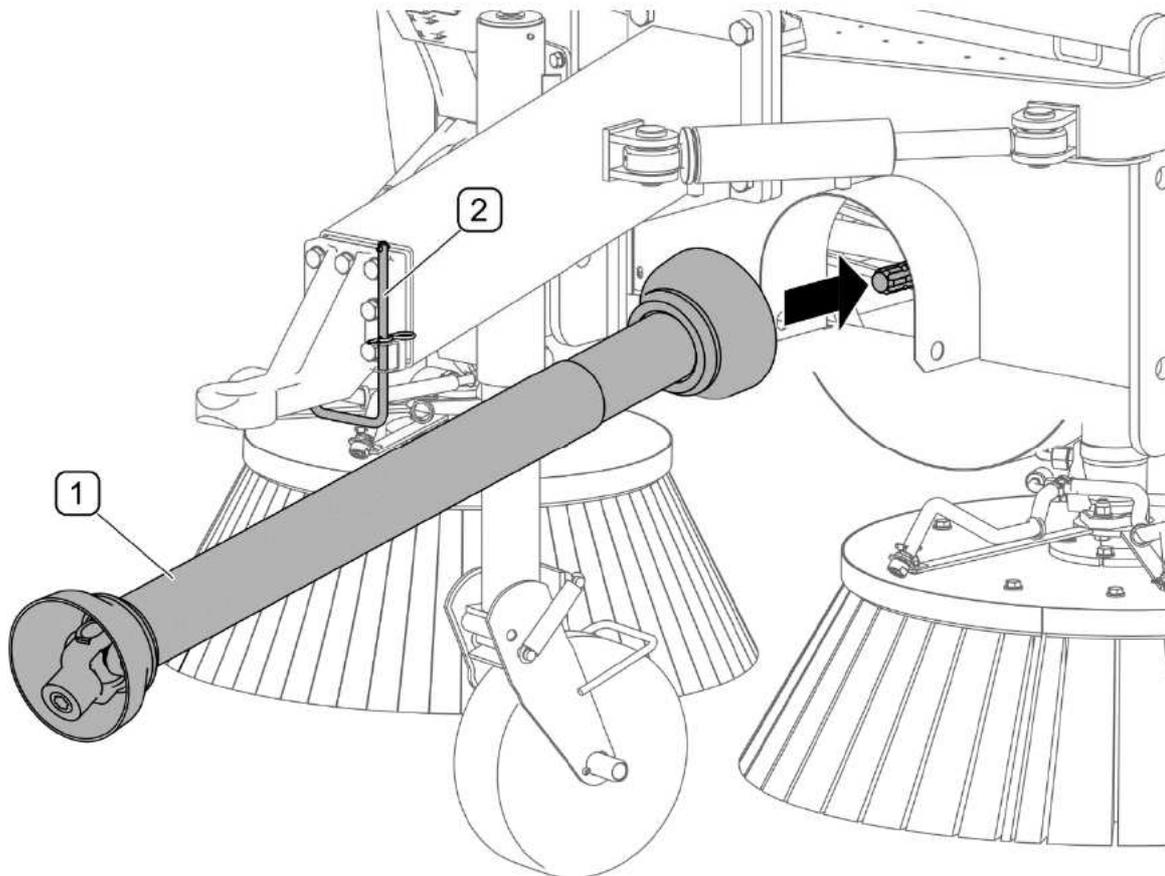

ABB. 4.7 Anschließen der Teleskop-Gelenkwelle
(1) - Teleskop-Gelenkwelle; (2) - Wellenhalterung
Wenn die Welle an der Kehrmachine jedoch nicht am Schlepper angeschlossen ist, muss sie in die Halterung (2) eingehängt werden. Während des Betriebs der Kehrmachine muss die Halterung (2) nach oben geschoben und in dieser Position (ABB. 4.7) blockiert werden.